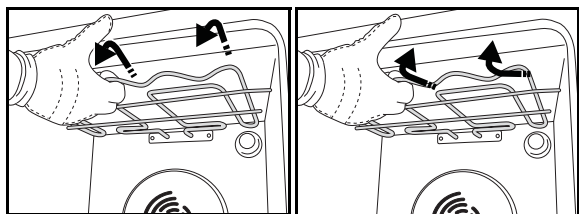
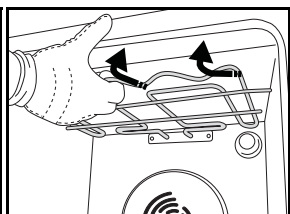

Fig.6
Fig.7
2. Estrarre leggermente la resistenza (Fig.6) e abbassarla (Fig.7).